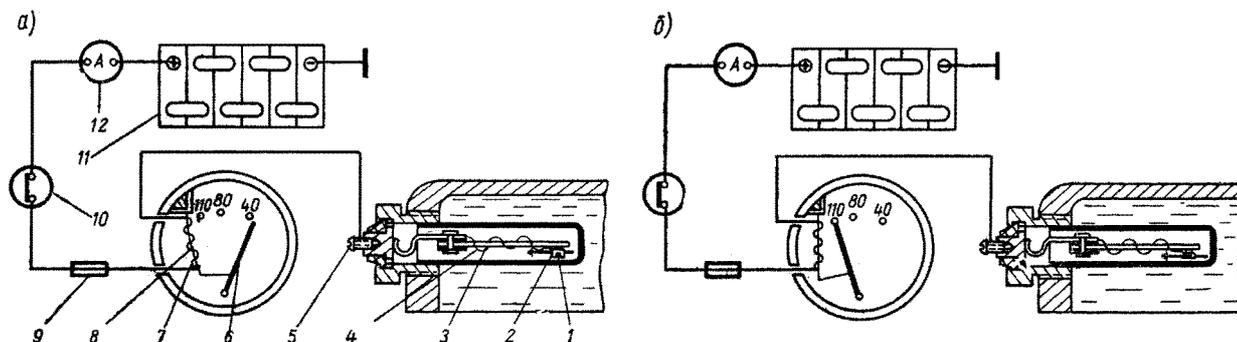

Рис. 227. Устройство и схема указателя температуры воды:
**Указатель температуры воды** (рис. 227) работает только при включенном зажигании. Пределы шкалы  $40^{\circ}$ — $110^{\circ}\text{C}$ . При выключенном зажигании стрелка прибора устанавливается несколько левее деления, соответствующего температуре  $110^{\circ}\text{C}$ .